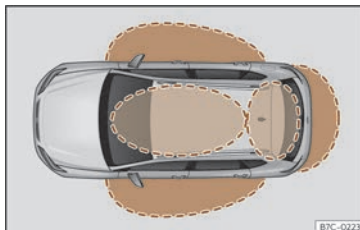
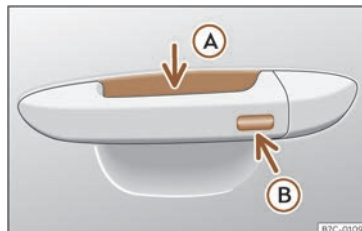

**Fig. 71** Keyless Access : zones de proximité.
**Fig. 72** Poignée de porte : surfaces sensibles.
Keyless Access est un système de fermeture et de démarrage sans clé qui permet de déverrouiller ou de verrouiller le véhicule sans utiliser activement sa clé. Pour ce faire, il suffit d'approcher l'une des clés du véhicule d'une zone de détection correspondant à la tentative d'accès au véhicule >>> **fig. 71** puis de toucher l'une des surfaces sensibles des poignées de porte >>> **fig. 72** ou d'actionner le *softtouch* ou la poignée du hayon arrière >>> page 111 >>> ❶.
Si une clé valide se trouve dans une zone de proximité » fig. 71, le système de fermeture et de démarrage sans clé Keyless Access accordera à cette clé les droits d'accès dès que vous toucherez l'une des surfaces sensibles des poignées de porte avant ou que vous actionnerez le *softtouch* ou la poignée située dans le hayon arrière.
- Saisissez la poignée de l'une des portes avant. Lorsque vous touchez la surface sensible » fig. 72 (A) (flèche) de la poignée de porte, le véhicule se déverrouille.
- Appuyez *une fois* sur la surface sensible de verrouillage » fig. 72 (B) (flèche) de la poignée de porte de l'une des portes avant. La porte correspondante devra être fermée.
- Appuyez *une fois* sur la surface sensible »» **fig. 72 B** (flèche) de la poignée de porte de l'une des portes avant. Le véhicule se verrouille avec le dispositif de sécurité Safe « Safe » »» page 105. La porte correspondante devra être fermée.
- Appuyez *deux fois* sur la surface sensible »» **fig. 72 B** (flèche) de la poignée de l'une des portes avant pour verrouiller le véhicule non équipé du système de sécurité « Safe » »» page 105.
Lorsque le véhicule est verrouillé, le hayon arrière se déverrouille lorsqu'il est ouvert si une clé valide du véhicule se trouve dans la zone de proximité »» **fig. 71**.
- Appuyez sur le bouton de verrouillage  de la radiocommande puis, dans les 5 secondes, touchez une fois la surface sensible de verrouillage de la poignée de la portière du conducteur »» **fig. 72 B**. Ne saisissez pas la poignée de la portière sinon le véhicule ne se verrouillera pas. Il est également possible de procéder à la désactivation si le véhicule est verrouillé via la serrure de la porte du conducteur.
Pour **fermer à l'aide de la fonction confort** toutes les vitres électriques et le toit ouvrant, maintenez appuyé quelques secondes un doigt sur la surface sensible de verrouillage »» **fig. 72 B** (flèche) de la poignée de porte jusqu'à ce que les vitres et le toit se ferment.
Les surfaces sensibles des poignées de porte risquent d'être activées si elles reçoivent un jet d'eau ou de vapeur à haute pression si l'une de clés valides du véhicule se trouve dans la zone de proximité. Si au moins une glace à commande électrique est ouverte et que la surface sensible  fig. 72  (flèche) d'une des poignées est activée de manière permanente, toutes les glaces seront fermées.
• **OU** : touchez *deux fois* la surface sensible située sur la partie extérieure de la poignée de la portière»» **fig. 72 B**.